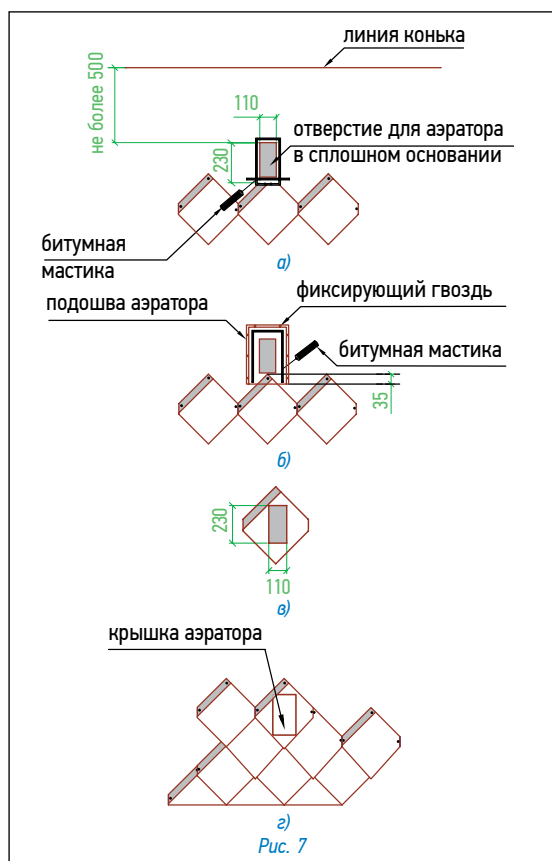

Рис. 7
Установка аэратора (рис. 7)
- В сплошном основании кровли прорезается отверстие 11×23 см, расположенное согласно рис. 7а;
- корпус аэратора устанавливается поверх отверстия и фиксируется гвоздями из нержавеющей стали; по верхней и боковым сторонам подошвы корпуса также наносится битумная мастика (рис. 7б);
- далее укладывается очередной ряд черепицы; подошва аэратора при этом закрывается листом с заранее прорезанным в нем отверстием (рис. 7в);
- на корпус аэратора устанавливается крышка, которая фиксируется нажатием (до щелчка) (рис. 7г).